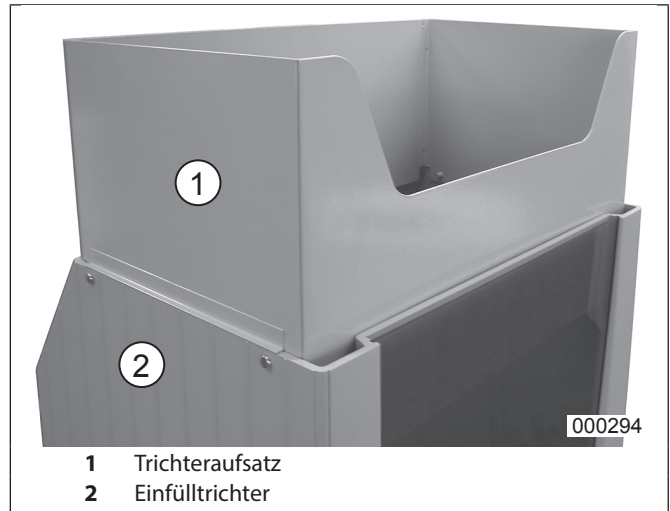

Abb. 1 Montage des Trichteraufsatzes
2. Trichteraufsatz (Abb.1/1) montieren (siehe nachfolgende Beschreibung).
Nehmen Sie den Trichteraufsatz (Abb.1/1) aus dem Unterschrank, setzen ihn, wie gezeigt, auf den Einfülltrichter (Abb. 1/2) und befestigen ihn mit den mitgelieferten vier Schrauben am Einfülltrichter.
Aus Gründen der Zugriffssicherheit darf die Maschine nur betrieben werden, wenn der Trichteraufsatz auf dem Einfülltrichter montiert ist (Abb. 1).